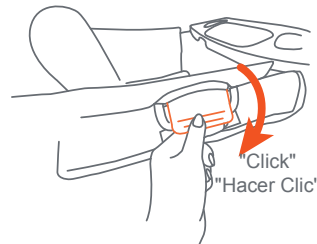

Fig. 7i
- Push the plastic tabs on the child seat so they attach to the rails firmly (Fig. 7i).
- Empuje las pestañas de plástico del asiento para niños para que se fijen firmemente a los rieles (Fig. 7i).